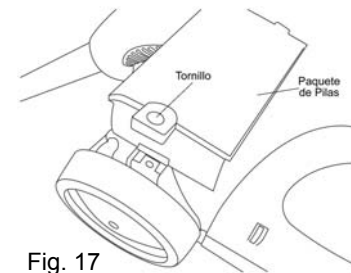

Fig. 17
2. Invierta la posición de la unidad de modo tal que se base quede orientada hacia arriba. (Fig. 17)